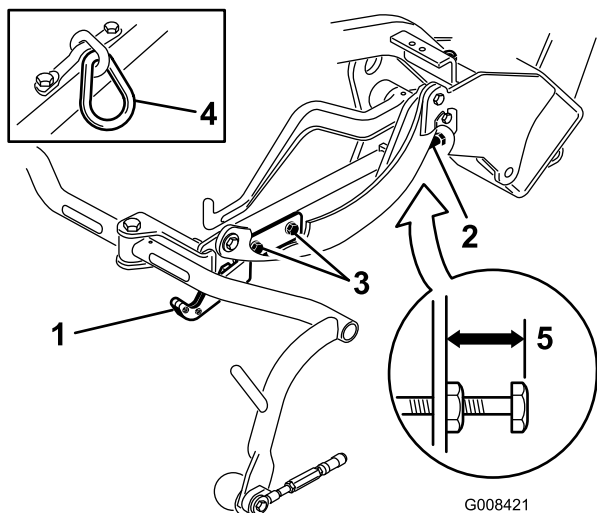
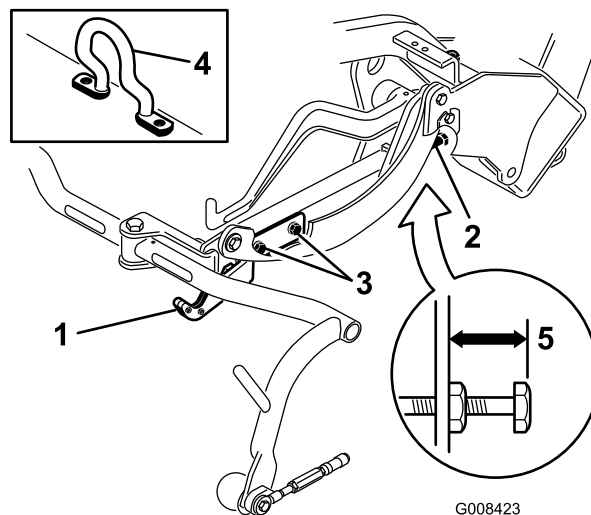
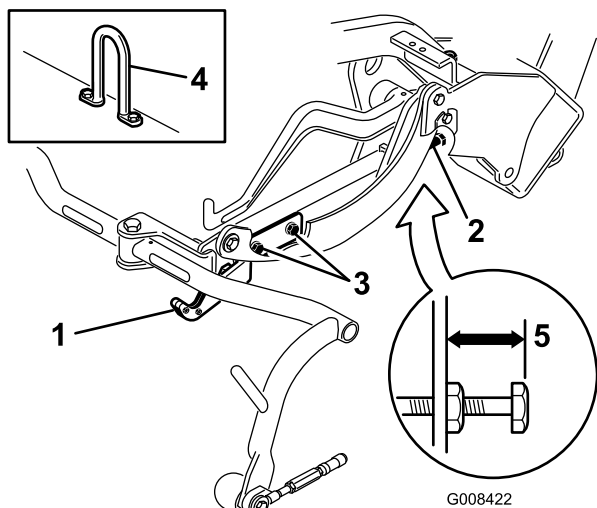

Bild 19
Bild 21
Bild 20
Prüfen Sie die Transporthöhe (Bild 19 und Bild 20) und stellen sie ggf. ein.
2. An Mähwerken, die ein Kettenglied oder einen geraden Hubhaken haben (Bild 19 & Bild 20, Einsätze) müssen Sie darauf achten, dass der Abstand von der Oberkante der Einstellschraube am Trägerrahmen bis zur Rückseite des Trägerrahmens 22 mm beträgt. Sollte der Abstand nicht 22 mm sein, gehen Sie auf Schritt 4. Wenn das Mähwerk mit einem Versatzhublenker (Bild 21) ausgestattet ist, gehen Sie auf den nächsten Schritt.
- Lockern Sie die Befestigungsschrauben an der Transportplatte (Bild 19, Bild 20 und Bild 21).
- Wenn die Trägerrahmen nicht dieselbe Höhe aufweisen, lösen Sie die Klemmutter an der Einstellschraube des Trägerrahmens (Bild 19, Bild 20 und Bild 21). Drehen Sie die Schraube raus, um den Trägerrahmen anzuheben, oder drehen Sie die Schraube rein, um ihn abzusenken. Ziehen Sie die Klemmutter fest, wenn Sie die richtige Höhe eingestellt haben.
- An Mähwerken, die einen Versatzhubhaken haben (Bild 21, Einsatz) müssen Sie darauf achten, dass der Abstand von der Oberkante der Einstellschraube am Trägerrahmen bis zur Rückseite des Trägerrahmens 25 mm beträgt. Sollte der Abstand nicht 25 mm sein, gehen Sie auf Schritt 4.